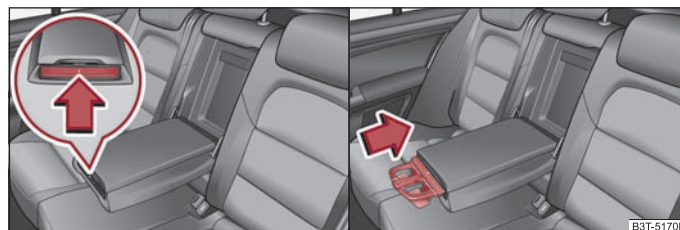

Fig. 100 Cotiera scaunelor din spate: Suportul pentru pahare / Introducerea suportului pentru pahare
- Apăsați pe partea frontală a cotierei în sensul indicat de săgeată ⇒ fig. 100 - stânga, suportul pentru pahare iese în exterior.
- Pentru a introduce suportul pentru pahare, apăsați pe partea centrală a suportului ⇒ fig. 100 - dreapta, și introduceți-l în cotieră.